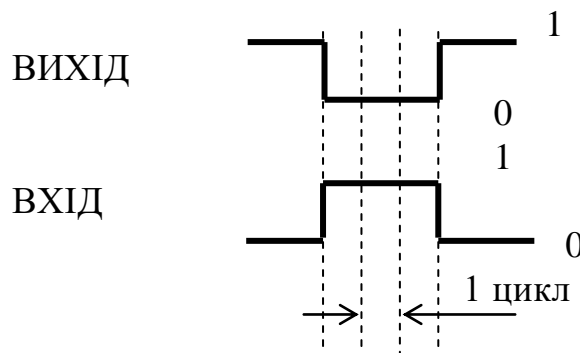

Рисунок 2.6.2 – Графік функції нормально закритого контакту
- контакт “**нормально закритий**” – призначений для цифрової змінної (типу ВІТ). Зв'язок між входом і виходом контакту згідно рис. 2.6.2: